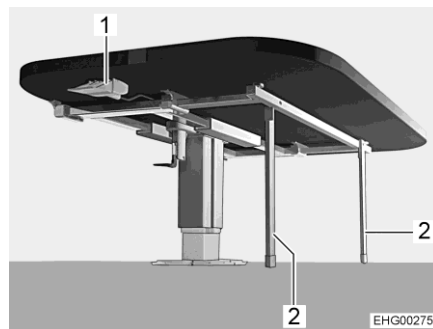

Bild 42 Tisch, abgesenkt (Bettunterbau)
- Stützen (Bild 42,2) aus dem Rahmen an der Unterseite der Tischplatte lösen und ausklappen. Die Stützen müssen ganz ausgeklappt sein.
- Entriegelungstaste (Bild 42,1) drücken und gedrückt halten.
- Entriegelungstaste (Bild 42,1) loslassen. Die Tischplatte ist in der unteren Position arretiert.